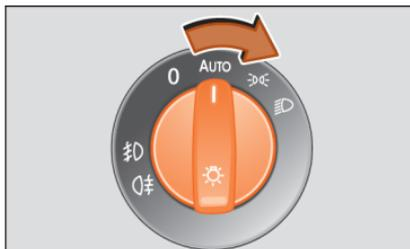

Abb. 114 Instrumententafel: Lichtschalter.
- Lichtschalter in die gewünschte Position drehen » Abb. 114.
- Schalten Sie die Zündung ein und stellen Sie den Lichtschalter in die Position **AUTO** » » **Abb. 114.**
- Stellen Sie den Lichtschalter auf eine andere Position als **AUTO** » » **Abb. 114.**